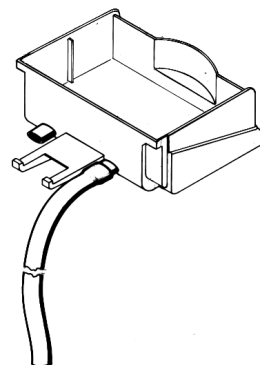

figura 1
- 7 El cajón recoge-gotas está provisto de dos uniones de desagüe con diafragma. En el caso en que se quiera vaciar de continuo el cajón, perforar el diafragma (por ejemplo empleando un destornillador) de uno de las dos uniones de desagüe y conectarlo a una tubo de desagüe (ver figura 1).